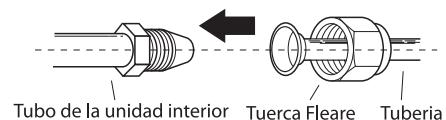

Fig. 7.7
1. Alinee el centro de las dos tuberías que va a conectar. Vea la fig. 7.7.